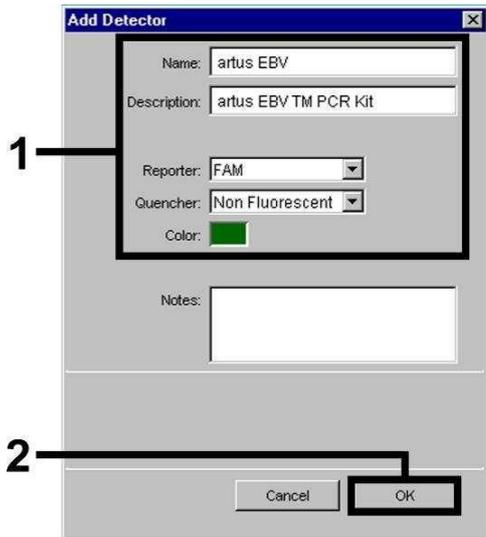
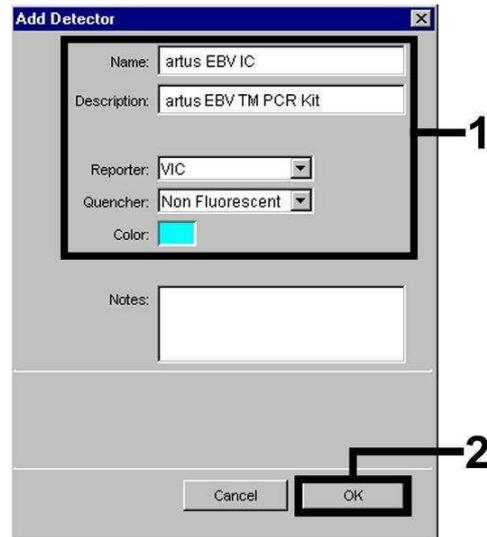
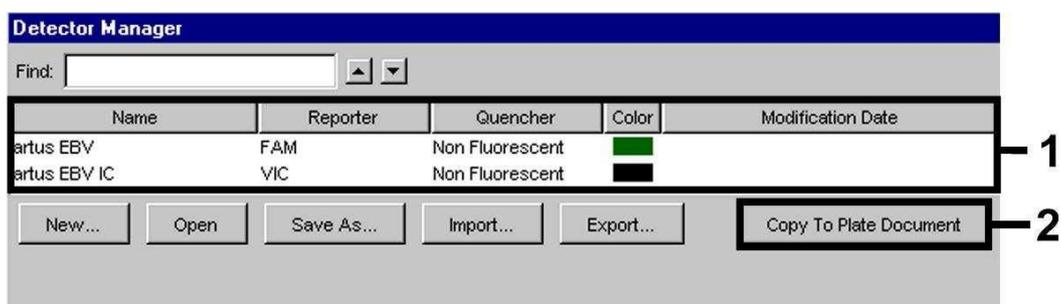

Fig. 17: Criação do detector específico do EBV (*Detector Manager*).
Fig. 18: Criação do detector específico do Controlo interno (*Detector Manager*).
Fig. 19: Selecção dos detectores (*Detector Manager*).
Para a detecção de ADN do EBV, defina na janela que agora aparece (de acordo com a Fig. 17 e a Fig. 18) a combinação de Reporter/Quencher FAM/Non Fluorescent e, para a detecção do *Controlo interno*, seleccione a combinação VIC/Non Fluorescent. Ao confirmar as definições (OK), retornará ao *Detector Manager*. Marque os detectores que acabaram de ser criados e transfira cada selecção para o nível *Setup*, seleccionando na opção *Copy to Plate Document* (ver Fig. 19). Feche a janela (*Done*).